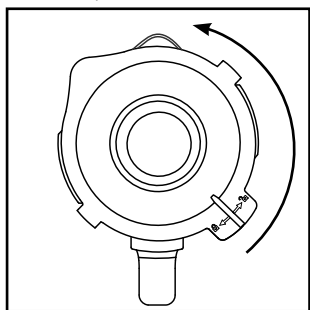

Fig. 1
- 2) Îndepărtați capacul **2** rotindu-l în sens antiorar, în poziția  (a se vedea fig. 1), până când îl puteți ridica.
- 3) Umpleți recipientul de amestecare ❸ cel puțin până la reperul inferior al scalei ❹ și cel mult până la marcajul MAX. Pentru rezultate optime vă recomandăm următoarele cantități maxime de umplere: